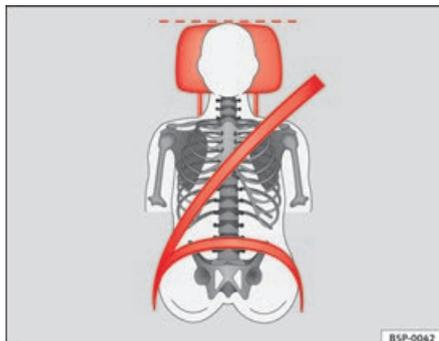

Fig. 13 Sangle bien ajustée et appuie-tête correctement réglé (vue de l'avant)
- La sangle baudrier doit passer plus ou moins au milieu de l'épaule. La ceinture de sécurité doit s'appliquer bien à plat sur le buste et l'enserrer fermement ⇒ fig. 13.